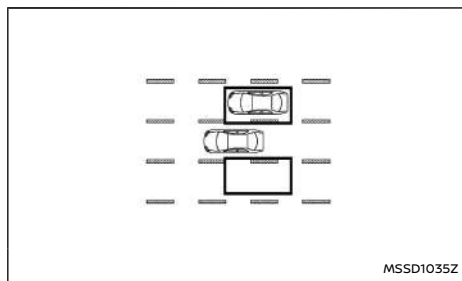

**Figura 7 Sorpasso di un altro veicolo**
**Figura 7:** Se il sistema Intelligent Blind Spot Intervention è attivo e il vostro veicolo si sta avvicinando a una linea di demarcazione mentre un altro veicolo si trova nell'area di rilevamento, il sistema emette un segnale acustico (tre volte) e la spia BSW a LED e l'indicatore BSW nello strumento lampeggiano. Successivamente, il sistema Intelligent Blind Spot Intervention applica selettivamente una lieve frenata sul lato della vettura interessato per riportare l'auto al centro della corsia di marcia.